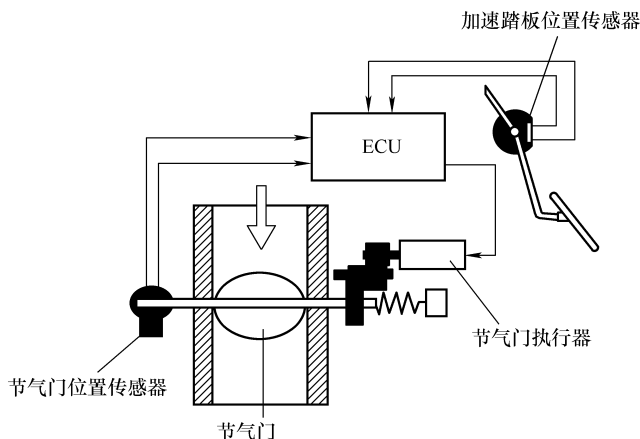

图 1-13 电子节气门结构
(1) 结构 电子节气门一般由节气门位置传感器、节气门执行器、节气门控制 ECU、加速踏板位置传感器等组成,如图 1-13 所示。